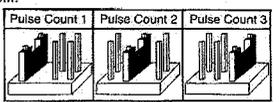

Fig. 1
-Réglage du compteur d'impulsion : Le compteur d'impulsion règle le nombre des zones protégées que le cambrioleur doit dépasser avant qu'une alarme se déclanche. La position du cavalier définit le réglage du compteur (Fig. 1). (Le réglage d'usine est de 2 impulsions). Compteur d'impulsion 1 pour une lentille à longue distance.